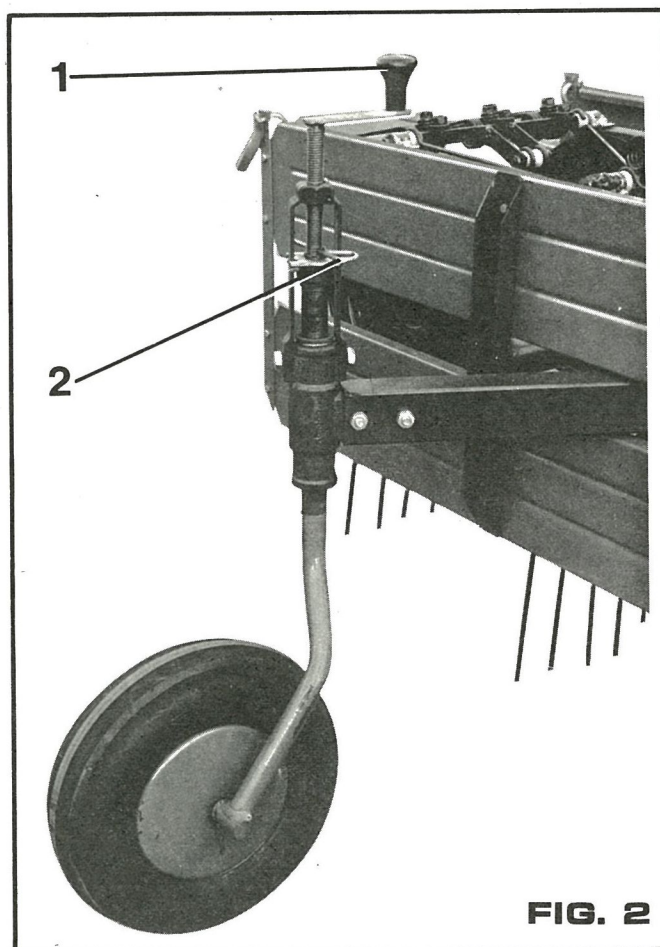

FIG. 2
— commande de la hauteur des roues arrière par manivelles 1 Fig. 2 verrouillées par goupilles rapides (2).
- FIG.2 -